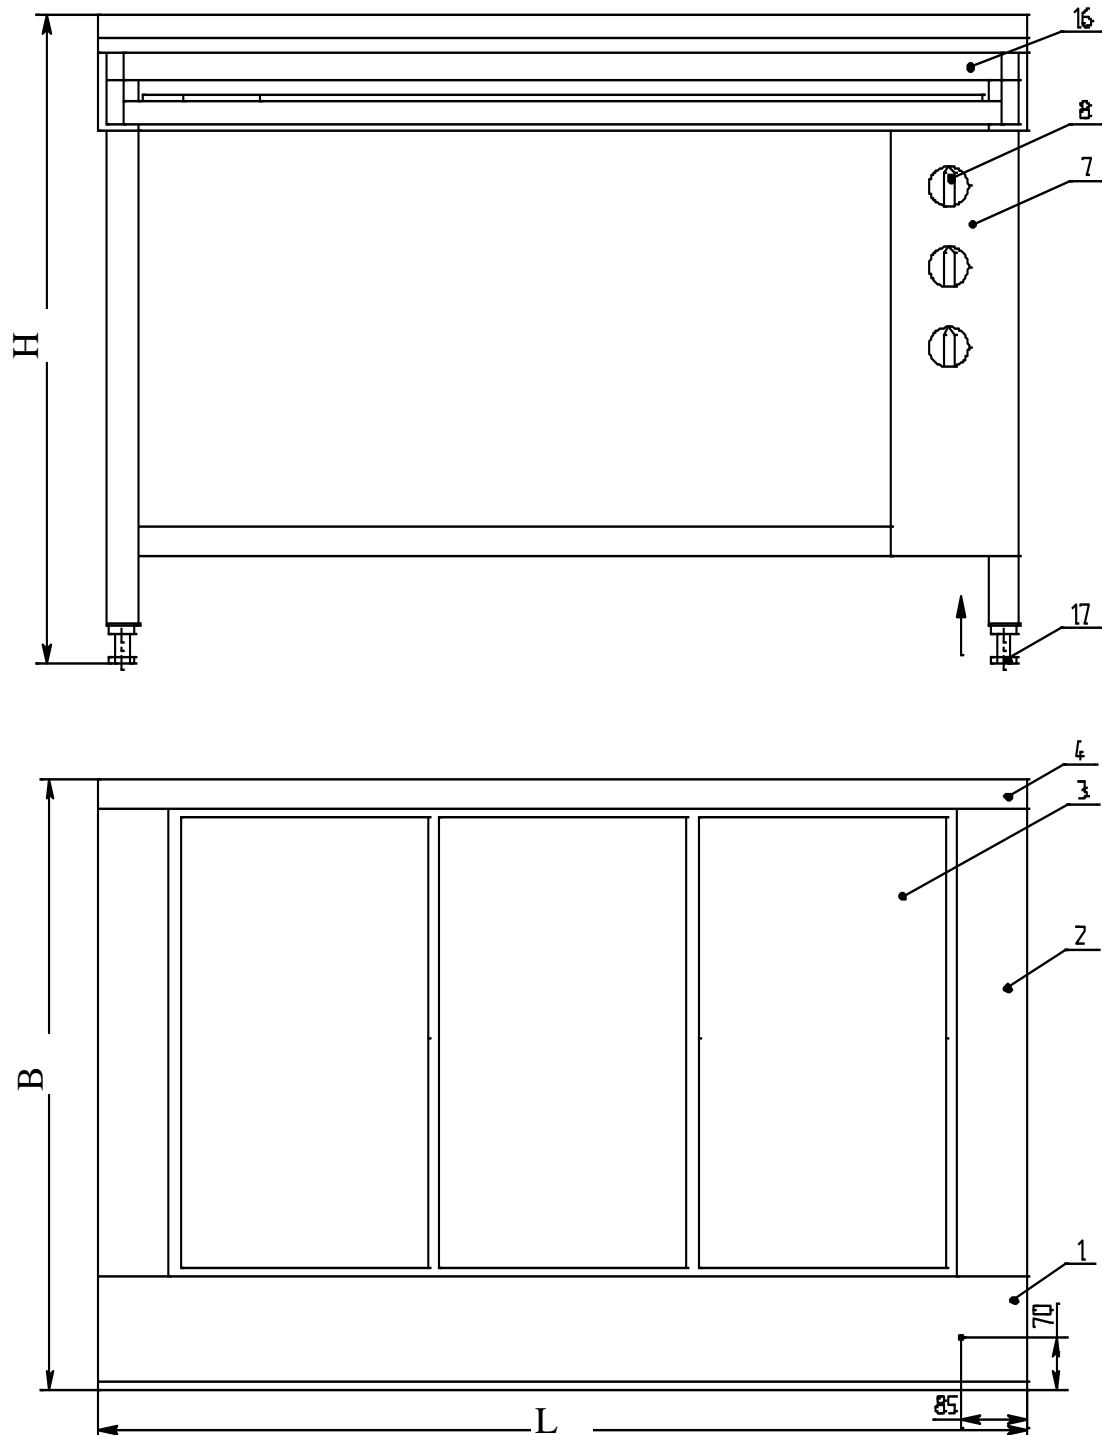

Рис.1
5.1. Плиты электрические ПЭ (рис.1) могут иметь от 1 до 6 конфорок, которые устанавливаются на регулировочные болты, позволяющие устанавливать рабочую поверхность конфорок в одной плоскости со столом 1 из нержавеющей стали. Конфорки крепятся к каркасу шпильками. Материал конфорок по таблице 6. Устройство конфорки площадью 0,17 м2 показано на рис.1а, площадью 0,09 м2 и 0,12 м2 на рис.1б.
Рис.1а: